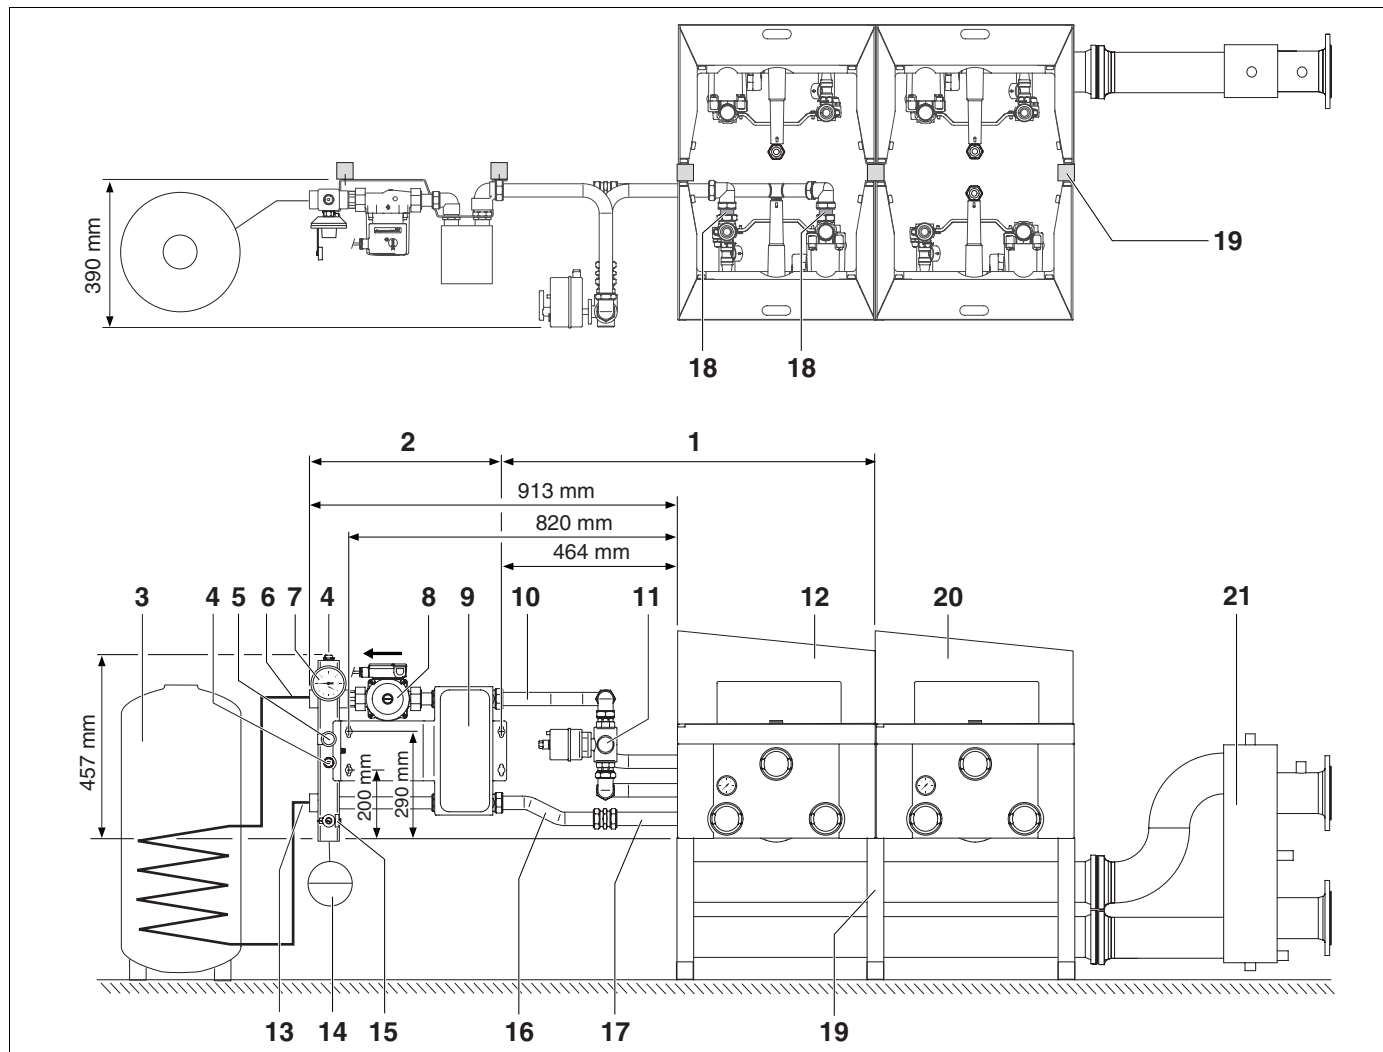

fig. 6 Cascade ruggelingse opstelling TR boiler links of rechts
- Kies voor deze opstellingsmogelijkheid bij meervoudige ruggelingse opstelling (cascadeopstelling TR). Zie fig. 6.
- Monteer het Nefit TopLine cascadeframe (fig. 6, pos. 19) volgens de bijbehorende installatie-instructie.
- Monteer de Nefit TopLine HR 70 (fig. 6, pos. 12) op de linkerpositie aan het cascadeframe volgens de bijbehorende installatie-instructie.
- Sluit de Nefit TopLine aansluitset cv/ww (fig. 6, pos. 1) aan op de Nefit TopLine HR 70 volgens de bijbehorende installatie-instructie. Maak hierbij gebruik van de **korte** leidingdelen (75 mm), fig. 6, pos. 18. Monteer de boileraanvoerleiding primair en de boilerretourleiding primair (fig. 6, pos. 10 en 17) naar **links**.
- Monteer de boilerretourleiding primair (= gebogen retouraansluitleiding (meegeleverd)) (zie fig. 1, pos. 3 en fig. 6, pos. 16).
- Sluit de Nefit TopLine scheidingsunit 70 kW (fig. 6, pos. 2) aan op de Nefit TopLine aansluitset cv/ww.
- Bevestig de Nefit TopLine scheidingsunit 70 kW met de meegeleverde schroeven en pluggen (fig. 1, pos. 4) aan de wand. Indien er geen wand aanwezig is, maak dan gebruik van standaard in de handel verkrijgbare montagepoten. De maten van het gatenpatroon zijn aangegeven in fig. 6.